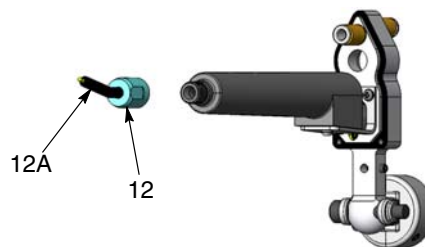

Figura 32 Remoção do multiplicador para fora do alojamento
3. Consulte a figura 32. Desenrosque a porca do multiplicador (12). Remova o contacto do multiplicador (12A) da porca e, se estiver danificado, substitua-o.
Pistolas com barras de suporte: Consulte a figura 32. Monte o contacto no orifício do multiplicador e fixe-o com a porca do multiplicador.